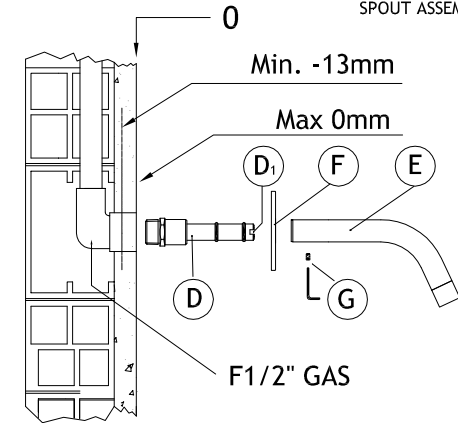

fig. 4
1. Predisporre l' impianto idraulico come indicato in fig. 4.
Verificare l' allineamento orizzontale (fig.4) e la posizione nel muro seguendo scrupolosamente le istruzioni (fig. 2)
1. Prepare plumbing connections as per fig.4
Check horizontal line (fig.4) and follow wall position indications (fig.2)